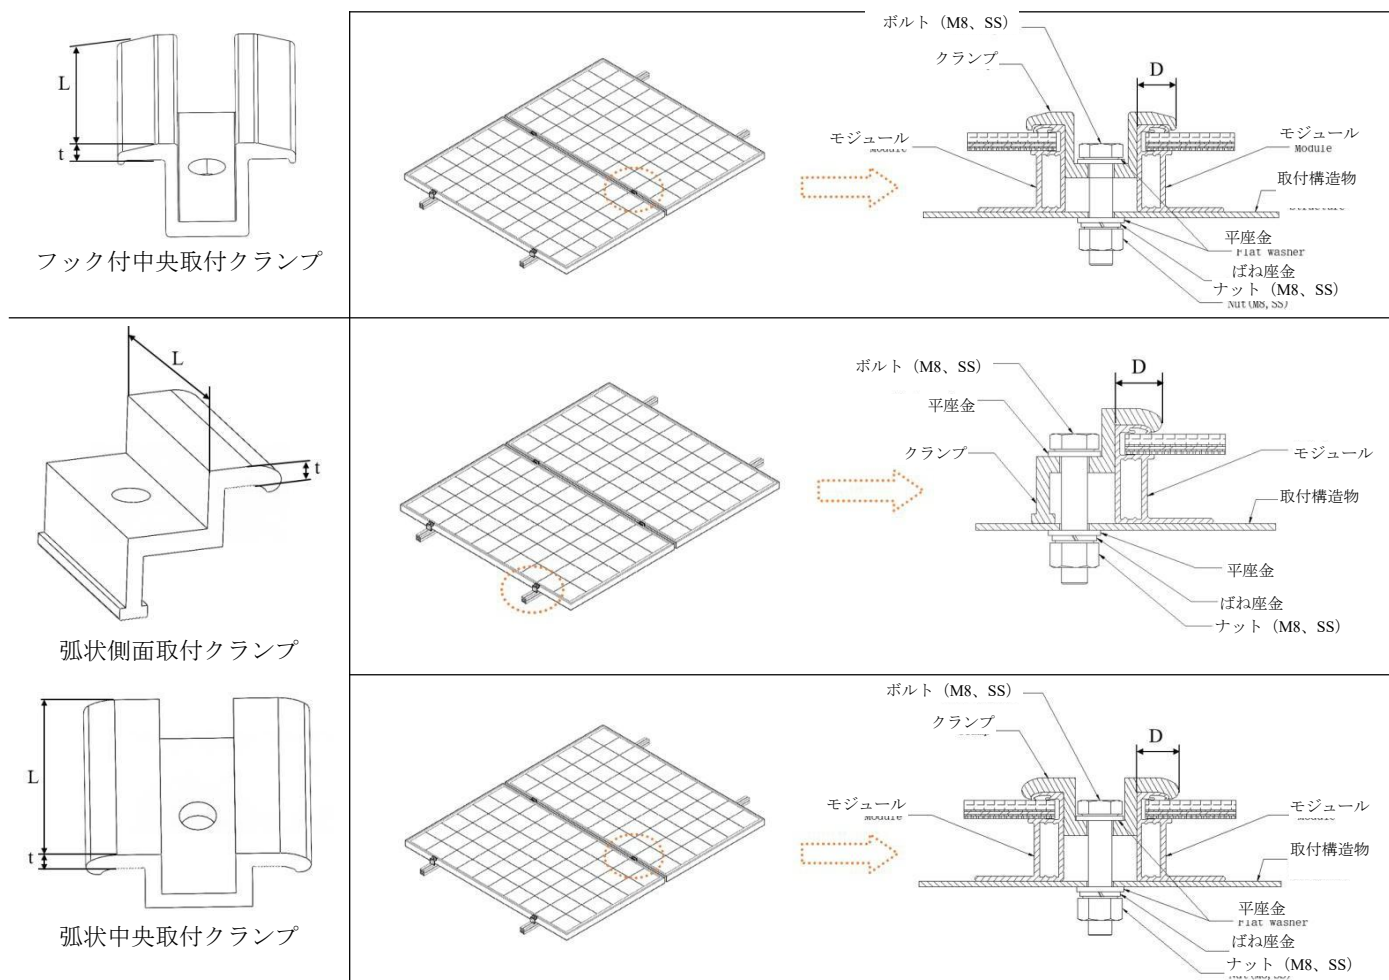

図 16 : アルミニウム・フレーム・モジュール取付クランプの設置
- ◇ 取付クランプ方法を選択する際は、各モジュールに少なくとも4つのクランプがあることを確実にし、クランプは左右対称に配置する必要がある（図16）。クランプ取付位置の違いは、モジュールの最大耐荷重に影響を及ぼす（表1）。